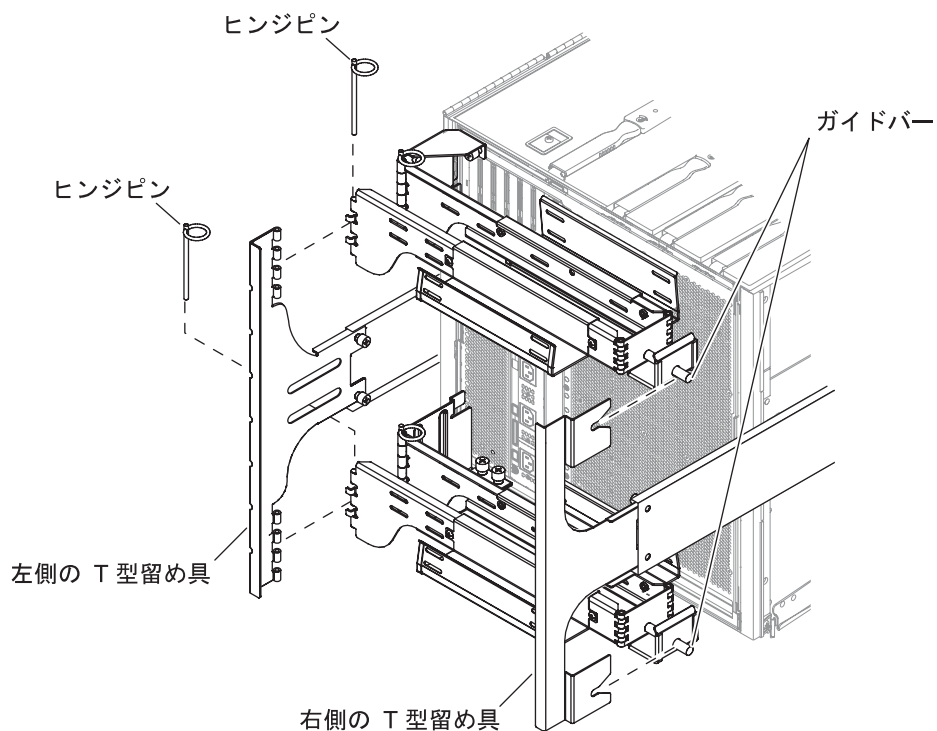

図 1-23 上部および下部の CMA アームの T 型留め具への取り付け
9. ヒンジピンを1つ使用して、上部 CMA アームを左側の T 型留め具に固定します (図 1-23)。
10. ヒンジピンを1つ使用して、下部 CMA アームを左側の T 型留め具に固定します (図 1-23)。